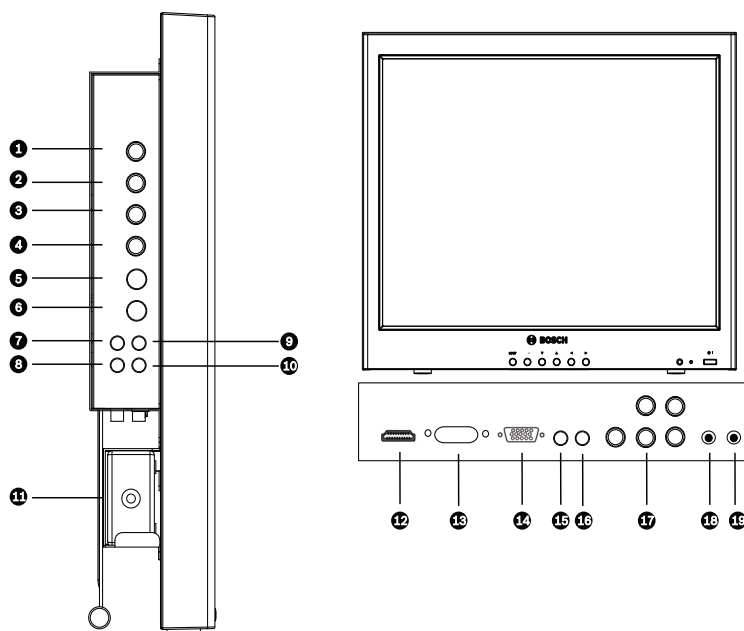

Рисунок 2.3 Боковая и нижняя панели
На боковой панели монитора имеются два (2) разъема BNC для входа композитного видеосигнала и два (2) разъема BNC для выхода композитного видеосигнала (см. Рисунок 2.3).